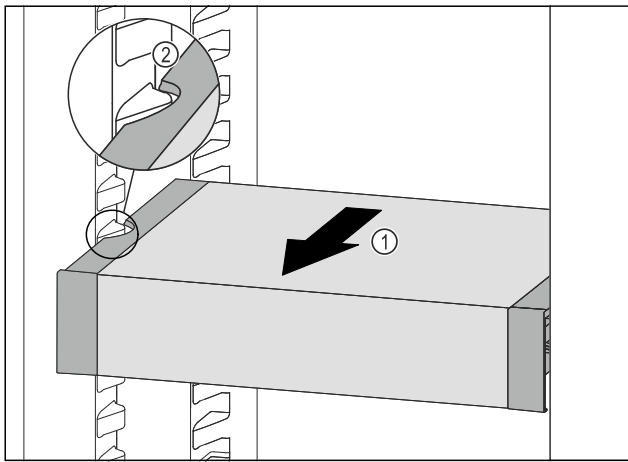

Fig. 87
- ▶ 向前拉动 VarioSafe Fig. 87 (1)，直至 VarioSafe 的侧部凹槽与冷藏区中的容器肋梁持平。Fig. 87 (2)